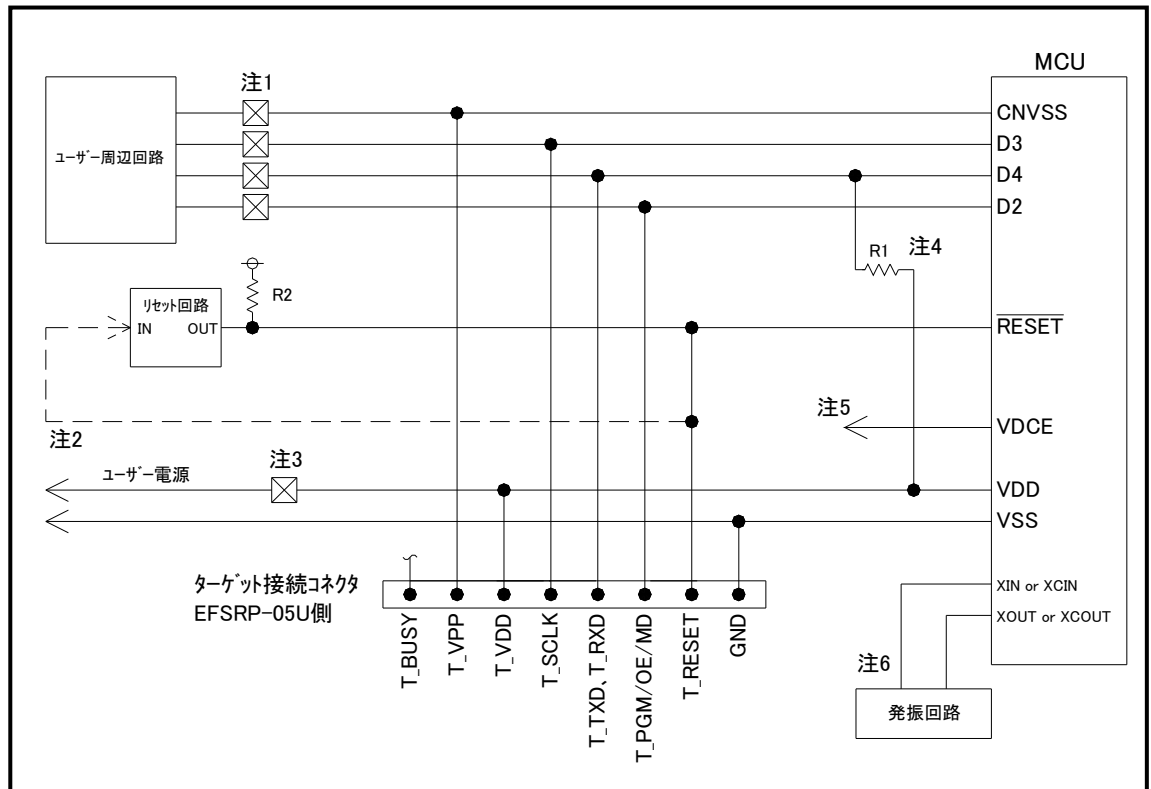

図3.1 ターゲットMCU周辺回路例
(1) 4559グループご使用の場合でのターゲットMCU周辺回路例を図3.1に示します。